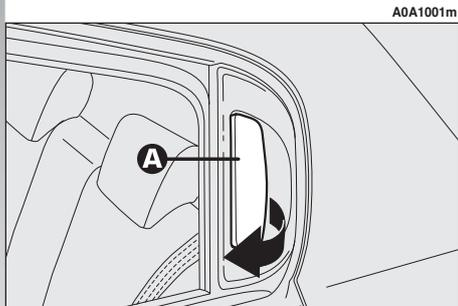

fig. 10
- Per aprire la porta, disinserire la chiusura centralizzata e tirare la leva di apertura (A-fig. 10).